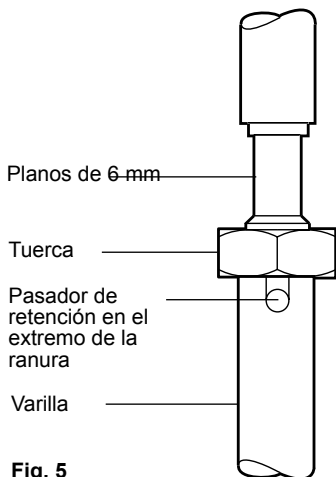

Fig. 5
- Enroscar la varilla de la sonda en el cuerpo de la sonda hasta el agujero para el pasador se alinee con el extremo de la ranura en la varilla (ver Fig. 5).